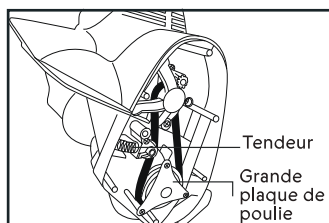

Fig. 15
Remettez le tendeur en place. Faites tourner les palettes pour vous assurer que la courroie et les palettes se déplacent librement, puis réinstallez le couvercle en le fixant au moyen des sept (7) vis (fig. 15 et 16).